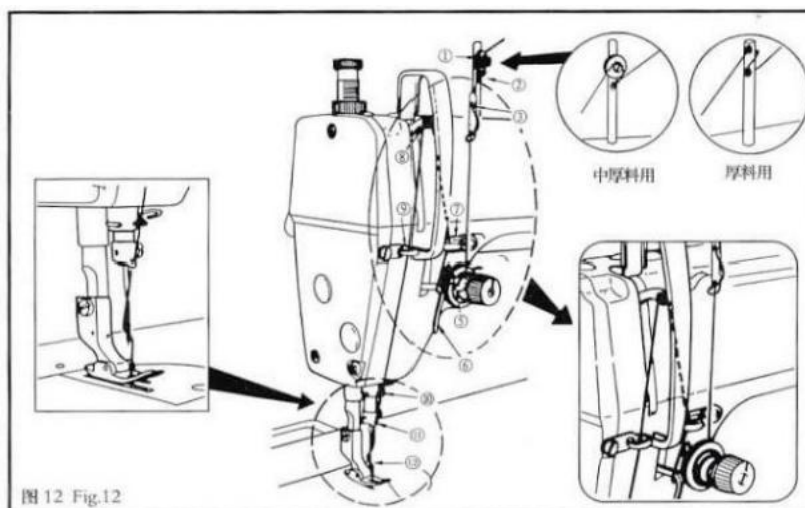

图 12 Fig.12
6. 面线的穿法 (图12)
6.THREADING THE MACHINE HEAD(Fig.12)